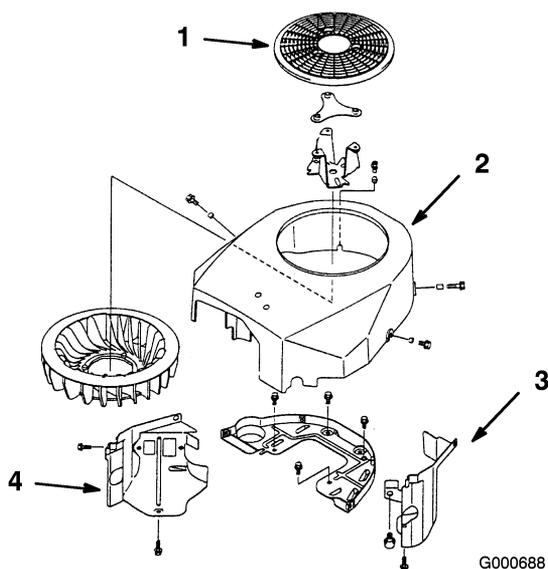

Figure 50
2. Déposez la grille d'entrée d'air, les couvercles des cylindres et le boîtier du ventilateur (Figure 50).